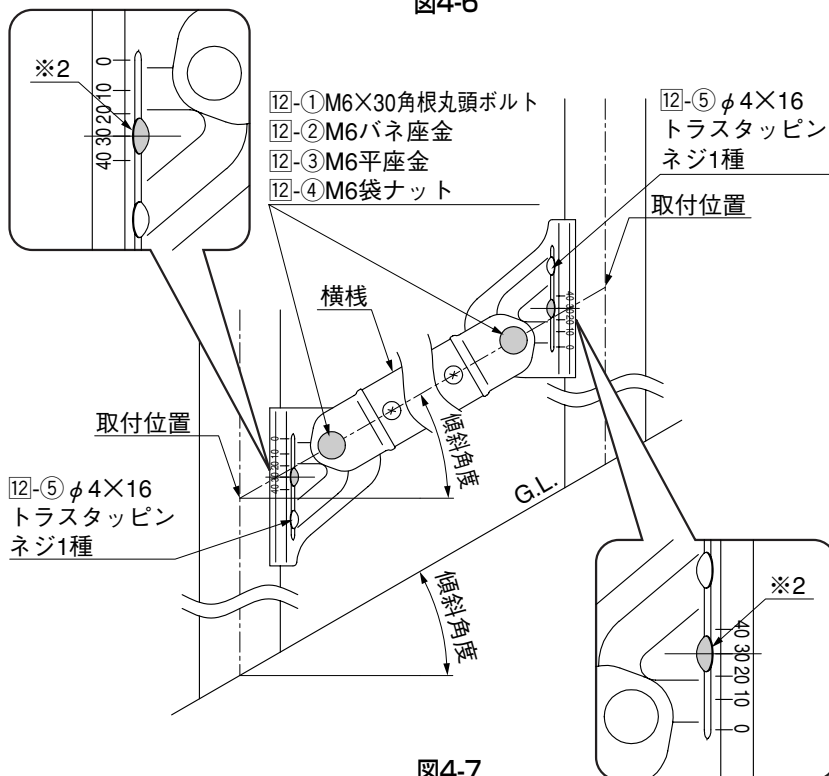

図4-7
- ⑤ 横棧の角度をG.L.の傾斜角度に合うように調整してください。(図4-7参照)
- ⑥ 柱ブラケットの取付高さを決めてください。